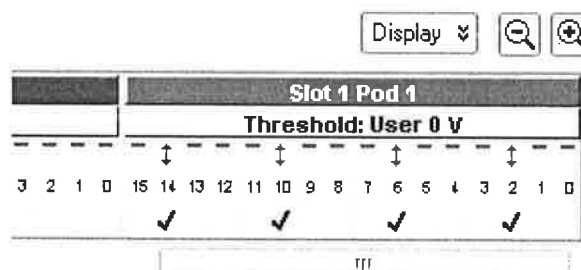

Рисунок 13
- Закрыть меню Sampling dialog нажатием ОК. Выбрать биты, подключенные к генератору импульсов (рис.13)